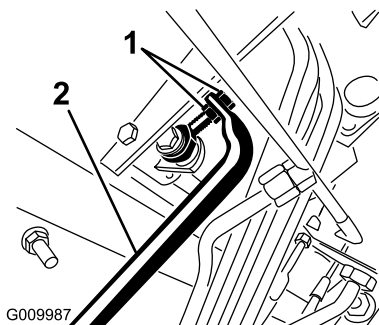

Figura 71
4. Regolate i controdadi dal lato asta della pompa per muovere in avanti il tubo di controllo della pompa ed eliminare lo spostamento in avanti, o per muoverlo indietro ed eliminare lo spostamento indietro (Figura 71).